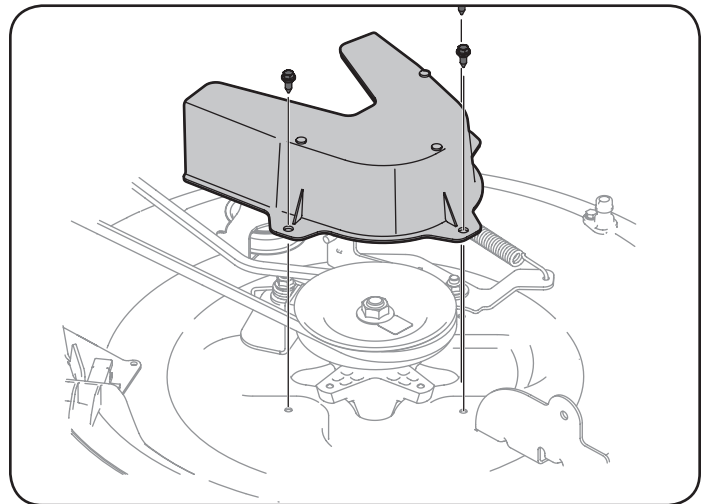

Figura 35
5. Extraiga la cubierta de la correa de la plataforma, para lo cual deberá retirar los tres pernos hexagonales que la sujetan. Vea la Figura 35.